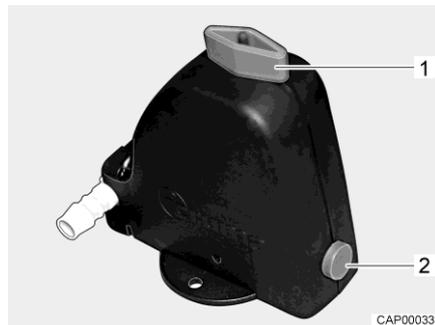

Fig. 260 Valvola di sicurezza/di scarico (Truma)
- Aprire la valvola di sicurezza/di scarico (Truma). A tal fine ruotare la manopola (Fig. 260,1) nel senso della lunghezza della valvola di sicurezza/di scarico. Il bottone automatico (Fig. 260,2) scatta all'infuori.